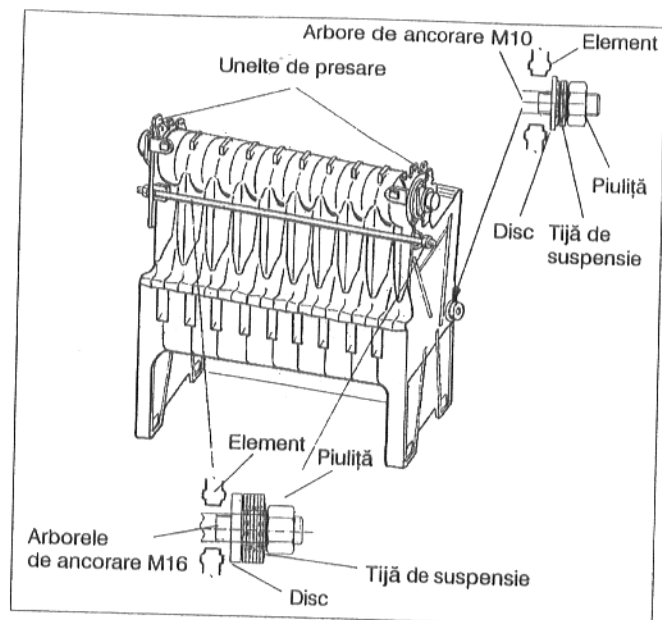

Fig. 6
– Dacă marginile etanșeităților se suprapun, trebuie evitată neapărat presarea mai departe cu forța (Fig. 6).
- Se vor fixa ambii arbori de ancorare la partea din față sus (M 16), la partea din spate jos (M10), (Fig. 6).